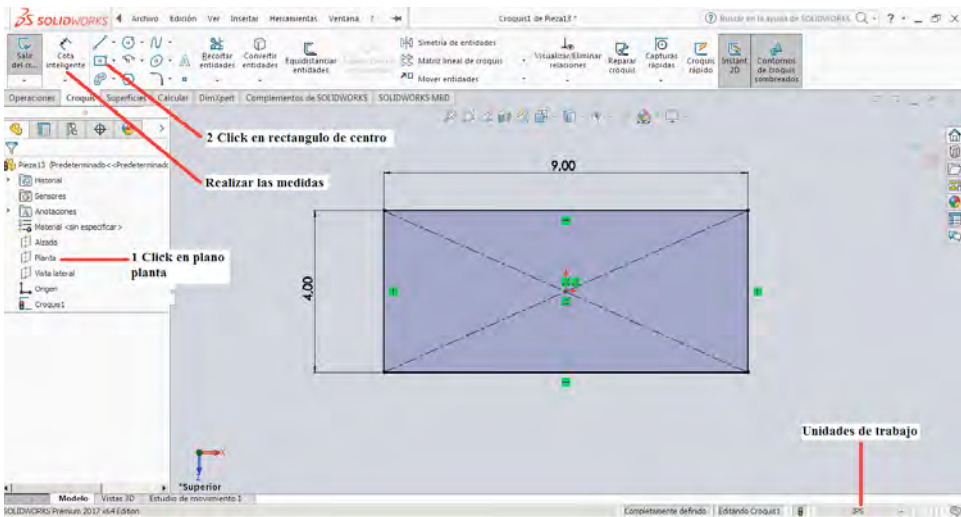

Figura 2-39
2. Click en la herramienta **Rectángulo de Centro** y se realiza el croquis con las medidas que se muestran en la figura 2-39 haciendo uso de la herramienta **Cota Inteligente**, para este caso es importante tener en cuenta que las medidas se realizarán en IPS (Pulgadas, Libras y Segundos)